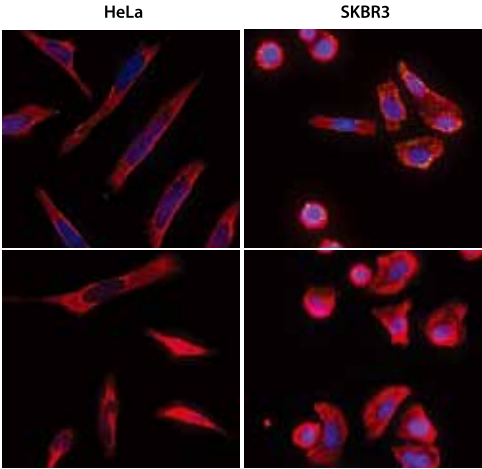

图4
2. 在多通道原位杂交测定中，可同时检测 HeLa（左上）和 SKBR3（右上）细胞中的 Her-2 mRNA（绿色）和 18S rRNA（红色），并通过荧光显微镜观察记录。对于含量极高的 18S rRNA，它在整个细胞质中呈现弥散着色；相比之下，含量较少的 Her-2 mRNA 则呈现与预期 mRNA 表达水平相关的点状图案，每个点对应一个拷贝 Her-2 mRNA（如图所示）。在图4中，用针对Her-2 内含子序列的互补探针组做为阴性对照。在所有板中，细胞核（蓝色）是用 DAPI 染色。